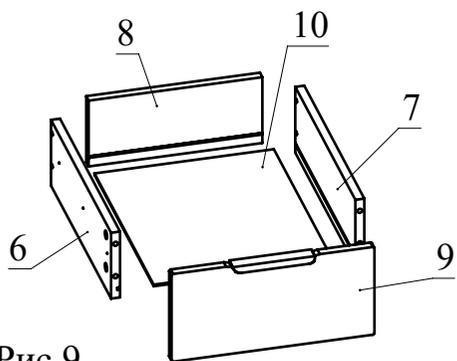

Рис.9
8. Соберите ящик. Соедините детали 6 и 7 с деталью 8 при помощи конфирматов. Вставьте дно ящика 10 из ДВП в пазы деталей 6, 7, 8. Соедините фасад ящика с полученной конструкцией и затяните головки минификсов (Рис. 9).